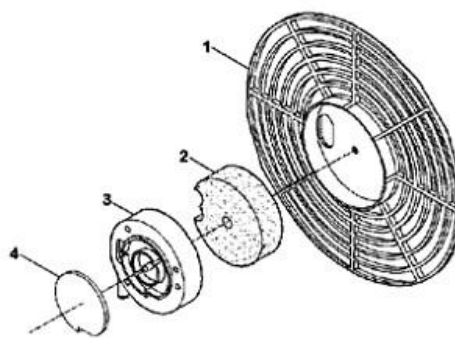

Fig. 8
Luftindsugnings- og udblæsningsfiltre. Hver 500 timer: Kontrollér filtrene. Afmonter det bagerste gitter (1), vask indsugningsfilteret (2) med et mildt rengøringsmiddel og tør det grundigt, før det genmonteres. Afmonter dækslet (3) og udskift udblæsningsfiltret (4) (Fig. 8).